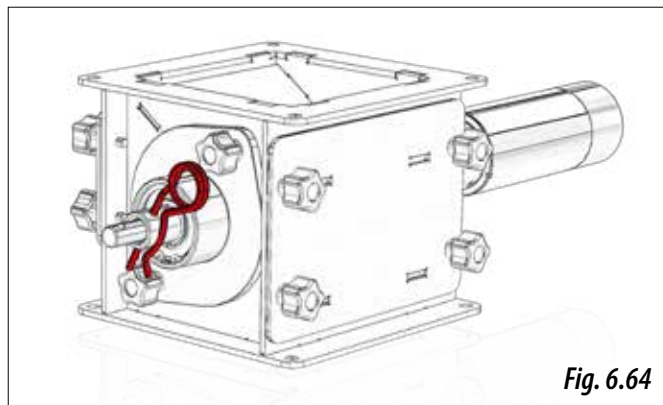

Fig. 6.64
- 7- Reposer le rouleau dans le doseur et remettre la goupille « R » en place (figure 6.64).